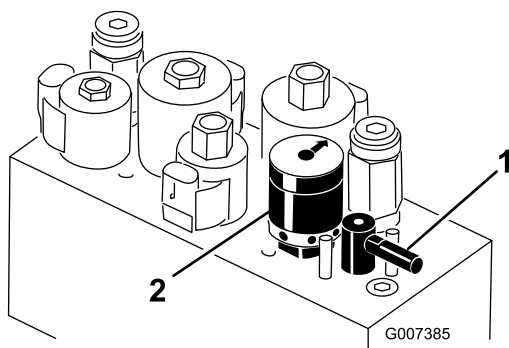

Figure 61
5. Tournez le levier de rodage à la position "R" (Figure 61).
6. Tournez le régulateur de vitesse des cylindres à la position 1 (Figure 61).